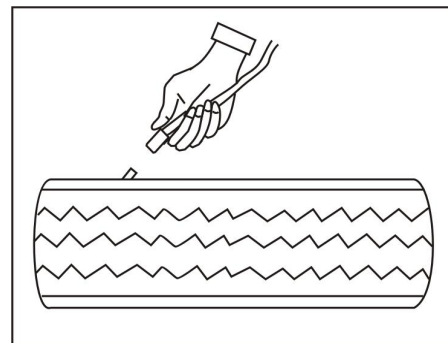

Fig.17
- Verbinden Sie den Anschluß des Schlauches mit dem Reifenventil, siehe Fig.17.